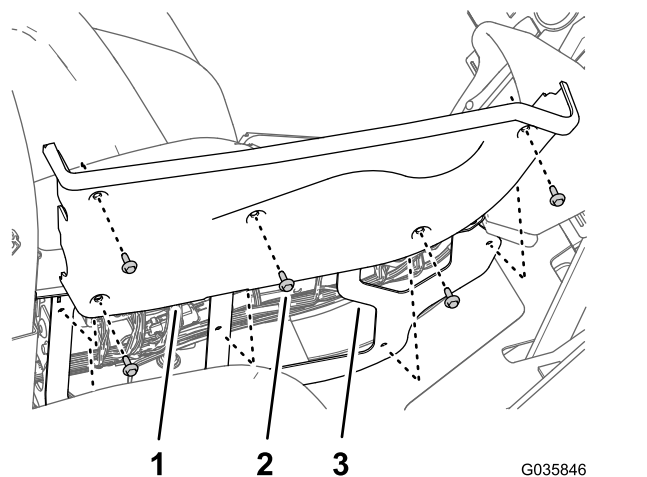

Рисунок 39
- Выверните 5 болтов с фланцевыми головками ($\frac{1}{4} \times \frac{3}{4}$ дюйма), которые крепят правую боковую крышку к центральной консоли (Рисунок 39).
- Снимите клавишные переключатели управления подъемом левой и правой стрел с панели центральной консоли (Рисунок 39).
6. Совместите отверстия в правой боковой крышке с рамой центральной консоли (Рисунок 39).
7. Прикрепите боковую крышку центральной консоли (Рисунок 39) с помощью 5 болтов с фланцевыми головками ($\frac{1}{4} \times \frac{3}{4}$ дюйма), снятых при выполнении пункта 1.